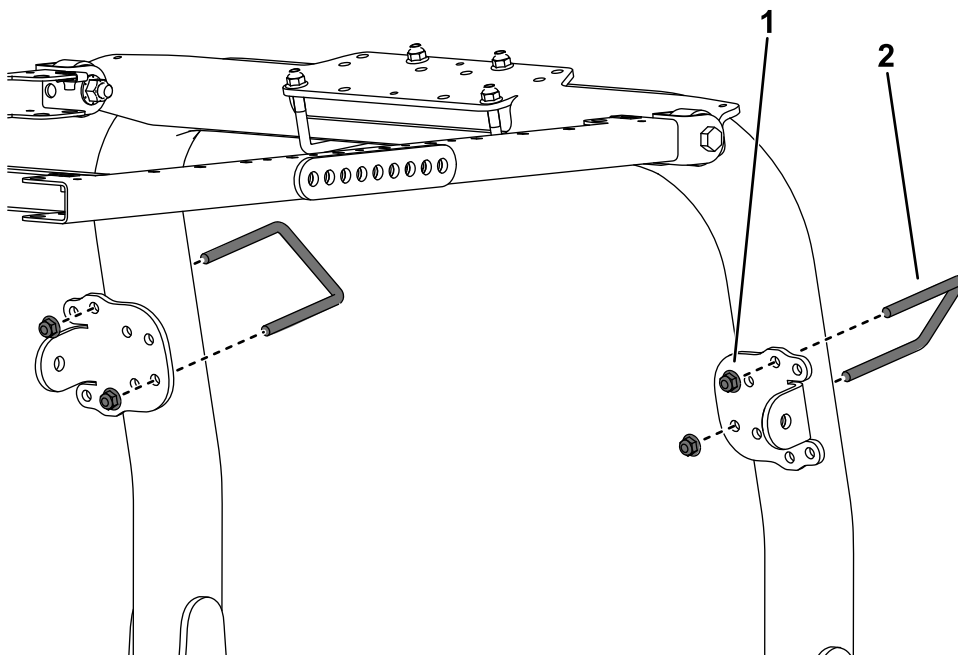

Figura 32
9. Usando los taladros de montaje indicados en la Figura 32, sujete provisionalmente cada uno de los soportes de los tirantes a los postes de la barra antivuelco con un perno en U ($3\frac{1}{8}$ " x 4") y 2 tuercas con arandela prensada.